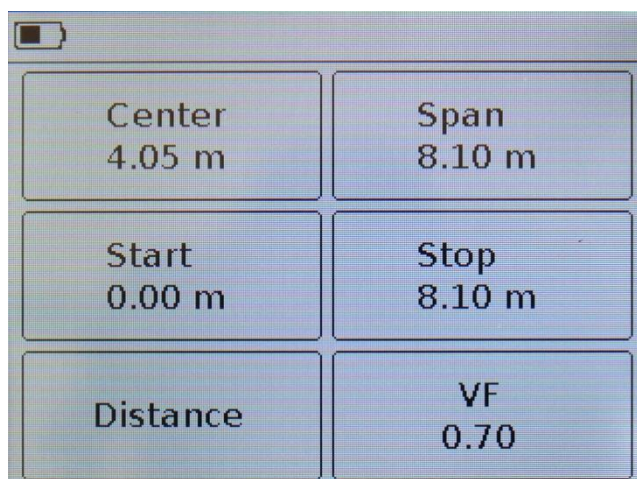

Рисунок 10.11.2 – Меню настройки шкалы расстояния
10.7.4. Чтобы произвести настройку параметров измерения нажмите на поле **Scale**, и прибор переключится в меню настройки параметров времени (Рисунок 10.11.1) или расстояния (Рисунок 10.11.2).
10.7.6. Произведите настройку отображаемого графика с параметрами расстояния (Рисунок 10.11.2):